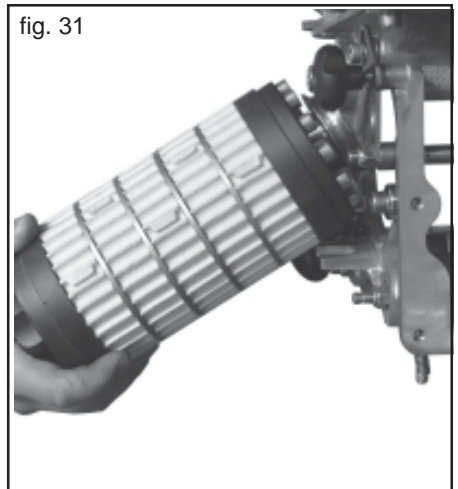

fig. 31
- 2) Estrarre il rullo dosatore (Fig. 31) come descritto ed indicato in precedenza.